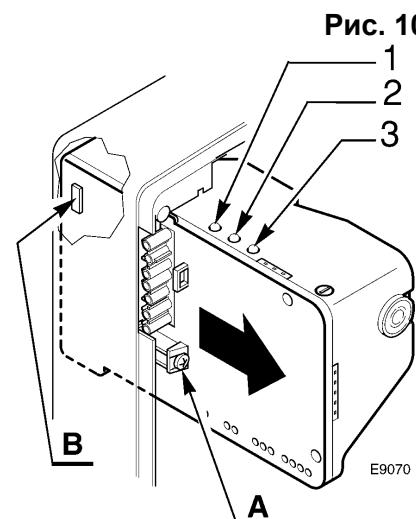

Рис. 10
➤ Для того чтобы снять с горелки автомат горения, ослабьте винт (A, рис. 10) и, отсоединив все компоненты, потяните в направлении стрелки 7-штырьковую вилку **с проводом заземления**. При установке на место **завинтите винт (A)** с моментом силы 1 – 1,2 Н*м.
➤ Если горелка устанавливается на генератор теплого воздуха, уберите на автомате горения перемычку **B** (рис. 10).